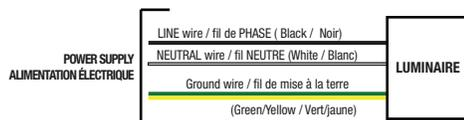

Fig. 1b
5. Effectuer les connexions électriques dans la boîte de jonction entre le luminaire et les fils d'alimentation comme indiqué sur la Fig. 1b.